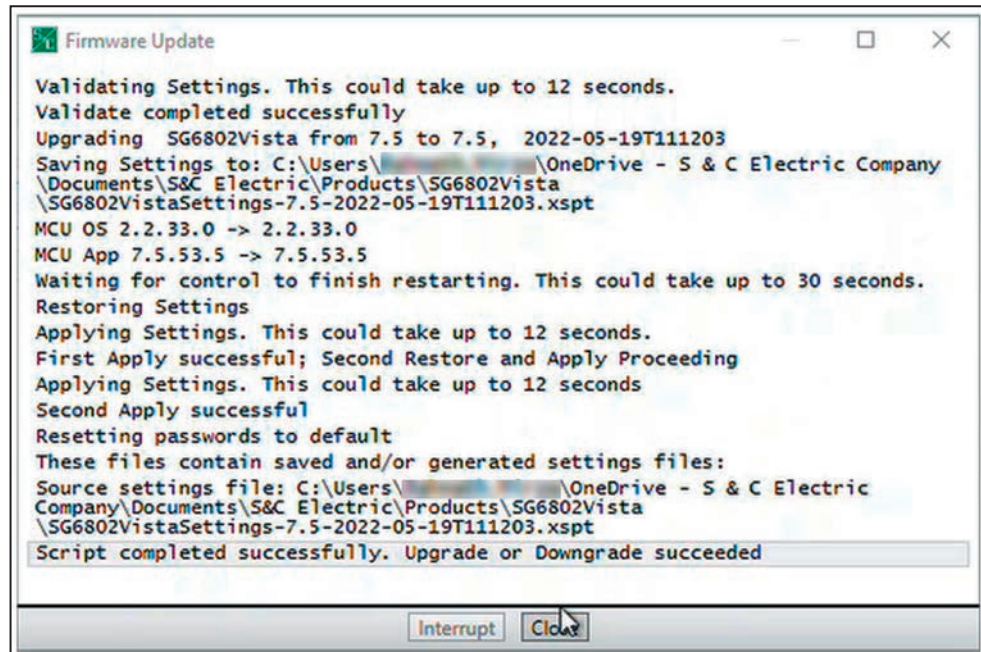

Figura 35. Aviso de que el script se ha completado correctamente.
**PASO 13.** Cuando aparezca el mensaje “Script completed successfully” (“Script completado con éxito”) en la ventana de diálogo Firmware Update, pulse el botón **Close (Cerrar)**. Ver Figura 35.